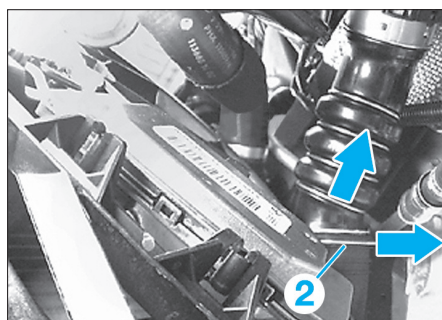

Fig. 77
- Déverrouiller en (2) les 2 conduits arrivant à l'échangeur comme illustré (Fig.77).